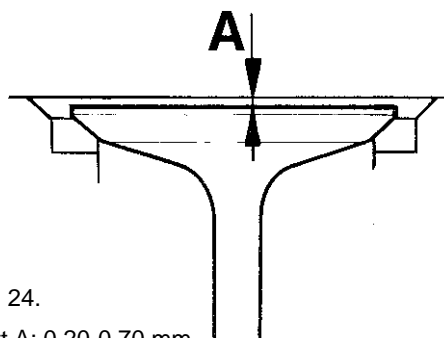

Fig. 24.
2. Kontrollera att avståndet mellan ventiltallriken och cylinderlockets plan enl. fig. 24 håller sig inom angivna värden. Det kan i vissa fall vara nödvändigt att fräsa ned ventilsätenas lägen.